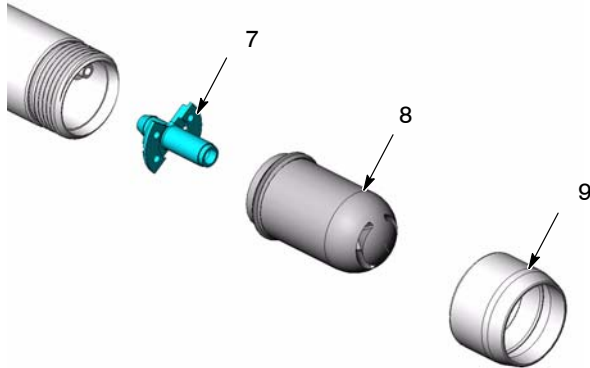
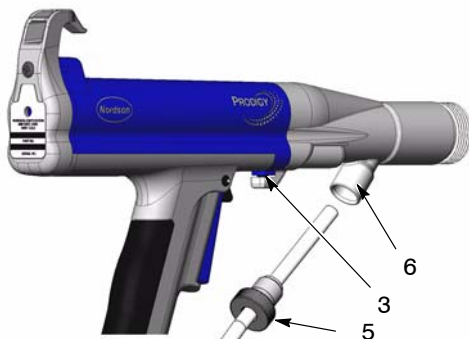

Bild 17 Tag av munstycket och pulverslangsadaptorn
Bild 23 Demontering av låsskruv
2. Se bild 17. Skruva av och tag av fästhylsan (9) och munstycksdelen (8) från spraypistolen.
3. Drag av slangadaptorn (7) från pulverslangen.
1. Se bild 17. Skruva av munstycket (8) och fästhylsan (9) från spraypistolen.
2. Drag av slangadaptorn (7) från pulverslangen.
3. Se bild 23. Skruva av låsvredet (5) och drag ut pulverslangen ur pistoladaptorn (6).
4. Lossa fästskruven (3) på pistoladaptorns undersida.
6. Se bild 17. Följ stegen 4–8 under *Installation* på sidan 7 för att ansluta pulverslangen till spraypistolen.
8. Se bild 17. Följ stegen 4–8 under *Installation* på sidan 7 för att ansluta pulverslangen till spraypistolen.